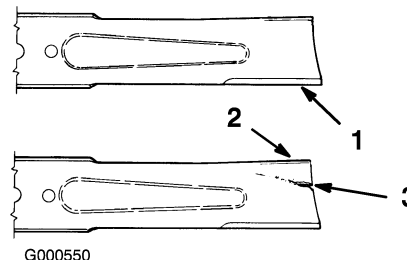

Figura 37
1. Inspeccione los bordes de corte (Figura 37). Si los bordes no están afilados o tienen mellas,
2. Inspeccione las cuchillas, especialmente la parte curva (Figura 37). Si observa daños, desgaste o la formación de una ranura en esta zona (elemento 3 en la Figura 37), instale inmediatamente una cuchilla nueva.